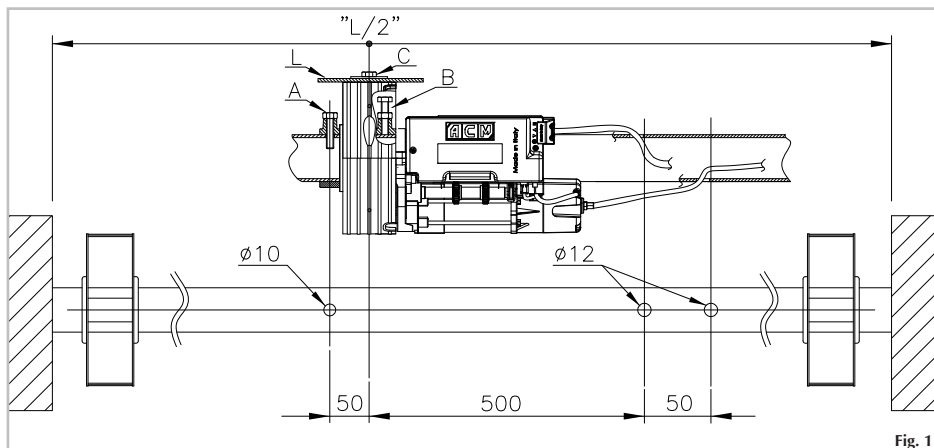
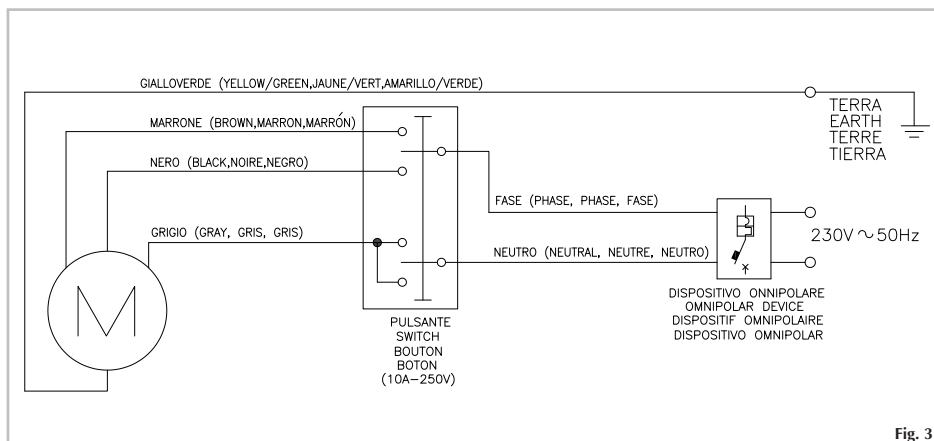
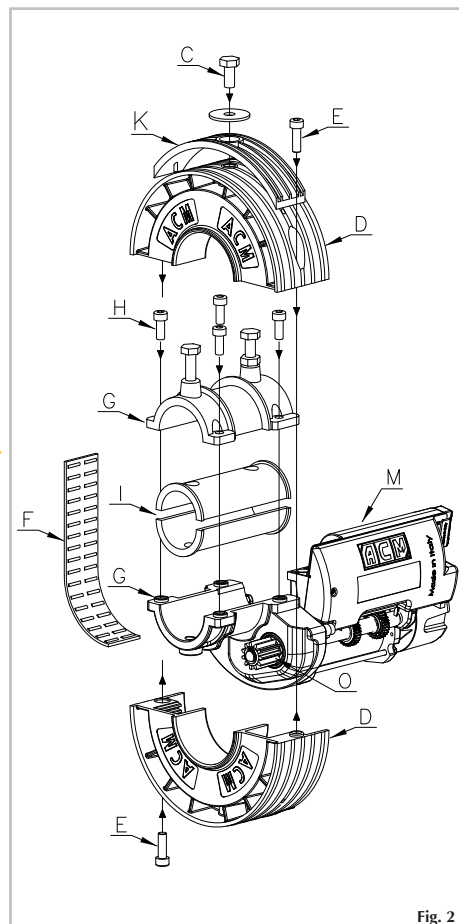

Fig. 1
Fig. 3
Fig. 2
- 2) Eseguire sull'albero della serranda le tre forature indicate nella fig. 1.
- 3) Rimuovere la vite M10 (C) dalla corona del motoriduttore (vedi fig. 2).
- 5) Togliere delicatamente la fascia a rulli (F) evitando piegamenti che causerebbero la fuoriuscita dei rullini (vedi fig. 2).
- 6) Separare i due elementi del motoriduttore (G) svitando le quattro viti M8 (H).
- 13) Effettuare un foro di 12mm nell'ultimo elemento della serranda (L) in corrispondenza del foro filettato M10 già esistente sulla corona del motoriduttore.
- 14) Portare l'ultimo elemento della serranda sul motoriduttore e fissarlo mediante la vite M10 (C) con rondella (vedi fig. 1).
- 15) Eseguire i collegamenti elettrici mostrati in fig. 3 passando il cavo di alimentazione 4x1 mm in dotazione, all'interno dell'albero della serranda evitando qualsiasi contatto con le parti in movimento (fig. 1). In presenza di motoriduttore con elettrofreno, inserire la guaina del freno all'interno dell'altro foro Ø12.
- 21) Nel caso di installazione contraria rispetto alla fig. 1 agire in modo diverso a quanto descritto poiché il microinterruttore 2 fermerà la discesa mentre il microinterruttore 1 fermerà la salita.
- 2) Effectuer sur l'arbre du rideau les trois crevaisons comme indiqué en fig. 1.
- 3) Déplacer la vis M10 (C) de la couronne du motoréducteur.
- 4) Démonter la couronne (D) en dévissant les deux vis M8 (E) comme indiqué en fig. 2.
- 5) Enlever délicatement la bande en plastique avec roulements (F), en faisant très attention à éviter les pliages qui causeraient l'écoulement des roulements.
- 6) Séparer les deux éléments du motoréducteur en dévissant les quatre vis M8 (H).
- 7) Dans le cas où l'arbre du rideau est inférieur à 60mm tirer profit des appropriés manchons de réduction Ø33 / Ø42 / Ø48 (I) en leur donnant une position en rapport au trou d'un diamètre de 10mm effectué auparavant (Fig. 1).
- 8) Accoupler sur le tube du rideau le corps inférieur avec le corps supérieur par les quatre vis M8 (H) enlevées précédemment.
- 9) Visser la vis M10 (A) privée de l'écrou hexagonal et la faire pénétrer à l'intérieur de la fibre du rideau dans le trou de 10mm (Fig. 1).
- 10) Visser la vis M10 avec l'écrou (B) de manière à bloquer le motoréducteur sur l'arbre et serrer le susdit écrou.
- 11) Appliquer dans la plate appropriée la bande en plastic avec roulements (F).
- 12) Appliquer les demi couronnes (D) avec les deux vis M8. En présence de boîtes à ressorts diamètre 220 mm il est nécessaire de monter les adaptateur (K) (voir figure 2).
- 13) Effectuer un trou de 12mm dans le dernier élément du rideau (L), en correspondance du trou passément M10 déjà existant dans la couronne du moteur.
- 14) Fixer le dernier élément du rideau sur le moteur avec la vise M10 (C) et la rondelle (Fig. 1).
- 15) Faire les connexions électriques comme indiqué en fig. 3 en passant le cable 4x1 mm donné en dotation à l'intérieur de arbre du rideau tout en évitant tout contact avec les parties tournantes (Fig. 1). En présence de moteur avec de l'électro-frein, introduire la gaine du frein à l'intérieur du second trou Ø12.
- 21) Dans le cas d'une installation contraire par rapport à la Fig. 1, agir de manière inverse à ce qui a été décrit vu que le microinterrupteur 2 arrêtera la descente tandis que le microinterrupteur 1 arrêtera la montée.
- 2) Efectuar sobre el árbol del cierre metálico los tres taladros como mues la fig. 1.
- 3) Extraer el tornillo M10 (C) de la corona del motorreductor.
- 4) Desmontar la corona (D) desatornillando los dos tornillos M8 (E) como mues la fig. 2.
- 5) Extraer con delicadeza la faja de plástico con rodamiento (F) evitando fuertes pliegues que causen el derrame de los rodamientos (Fig. 2).
- 6) Separar los dos elementos del motorreductor destornillando los cuatro tornillos M8 (H).
- 7) En el caso de que la barra del cierre sea inferior a 60mm utilizar los mandos de reducción existentes Ø33 / Ø42 / Ø48 (I) a tal efecto, posicionandolos con referencia al agujero de diametro 10mm efectuado precedentemente (Fig. 1).
- 8) Ensamblar sobre el árbol del cierre metálico el cuerpo inferior con el superior a traves de los cuatro tornillos M8 (H) que se quitaron precedentemente.